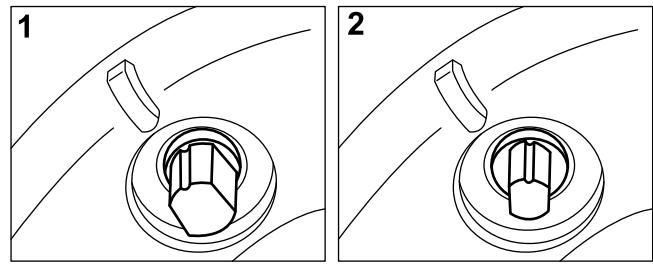
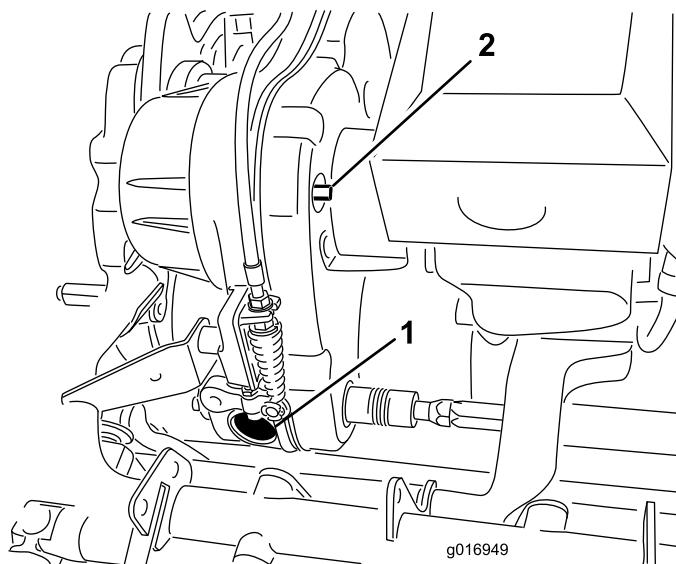

Рисунок 44
Рисунок 43
Уберите резиновую заглушку (Рисунок 43) из отверстия в передней части трансмиссии, чтобы при необходимости получить доступ к сцеплению.
Натяжение ремня трансмиссии обеспечивается подпружиненным натяжным шкивом. Для включения и отключения натяжения ремня поверните ключом на 3/8 дюйма вал включения/отключения (Рисунок 43) в требуемое положение. При повороте вала на 1/4 оборота по часовой стрелке натяжной шкив отходит от ремня (Рисунок 44).
- Примечание:** Уберите резиновую заглушку (Рисунок 43) из отверстия в передней части трансмиссии, чтобы осмотреть сцепление барабана.